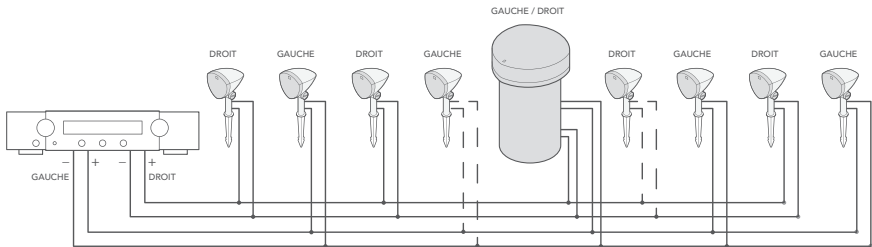

Figure 6
5. Faites passer le câble de l'enceinte dans la tranchée comme décrit dans les instructions de câblage à la section 6 « Installation des enceintes satellites » à la page suivante. Nous recommandons de laisser 380 à 400 mm (14 à 16 po) de câble supplémentaire afin que le câble ne se plie pas et ne se tiraille pas lorsqu'il est recouvert de terre dans la tranchée. La figure 6 représente le câblage d'un système complet à l'aide d'un amplificateur stéréo.
1. Une fois toutes les satellites et le subwoofer correctement connectés, assurez-vous que l'amplificateur/le récepteur est hors tension. Connectez les fils gauche/droite de l'enceinte aux bornes positive (+) et négative (-) correspondantes de l'amplificateur/le récepteur (voir le schéma de câblage de l'amplificateur à la Figure 6).